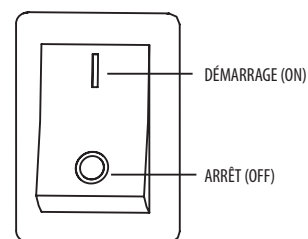

Figure 14
5. Si votre appareil est doté d'un interrupteur d'arrêt d'urgence, assurez-vous que l'interrupteur est placé à la position MARCHÉ (« ON ») (ligne continue) lorsque vous démarrez le moteur. Voir Figure 14.
Pour arrêter le moteur en utilisant l'interrupteur d'arrêt d'urgence, placez l'interrupteur à la position ARRÊT (« OFF ») (cercle). Voir Figure 14.